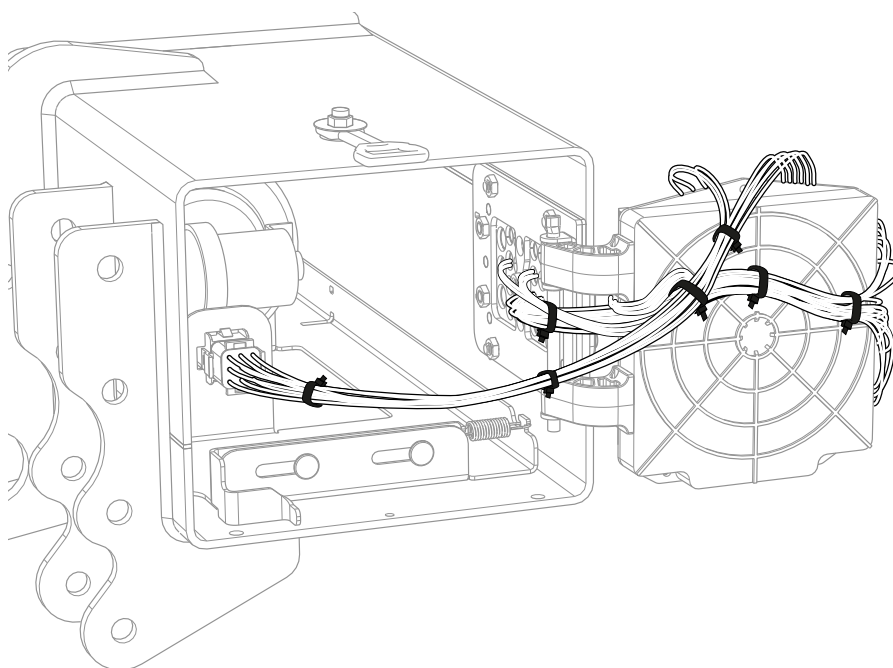

Bild 83. Montering av kablage med buntband
5. I förkommande fall, koppla in hyttströmbrytare (CS) och larm för öppen plattform. Se avsnitt 6.2.5 - 6.2.6.
6. Dra kablagen på reläkortets/styrkortets baksida och säkra med buntband. Se Bild 83.